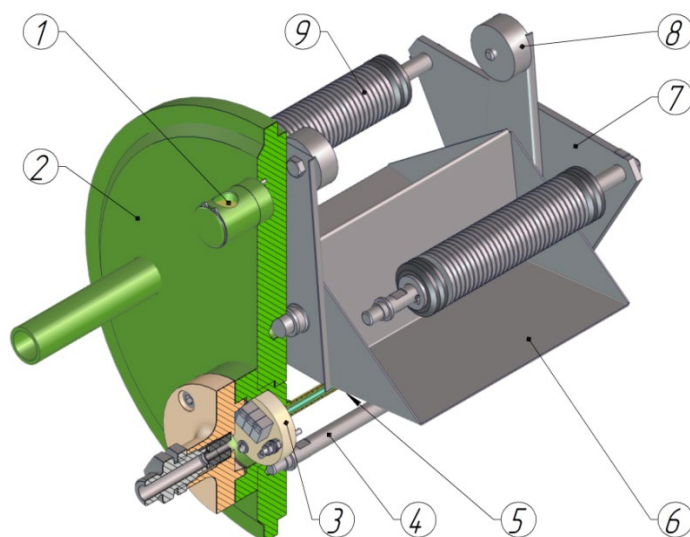

Рисунок 1.2 – Измерительный преобразователь
Измерительный преобразователь (рисунок 1.2) включает в себя измерительную камеру (6). Для изменения (регулировки) центра массы измерительной камеры на ней расположены два груза (8). Измерительная камера установлена на крышке (2) и опоре задней (7) на втулках. Опора задняя закреплена на крышке шпильками (4). В измерительный преобразователь входят так же гаситель удара (9), датчик импульсов [датчик импульсов с нормированным выходным сигналом] (3), индикатор уклона (1) для регулировки положения счетчика в пространстве. Измерительные преобразователи различаются размерами измерительной камеры.
Принцип работы измерительной камеры заключается в следующем. Одна часть измерительной камеры заполняется измеряемой средой до тех пор, пока не нарушается равновесие. После этого камера поворачивается, и накопленная жидкость сливается. Одновременно начинается заполнение другой части камеры. При опрокидывании измерительной камеры происходит удар краем её незаполненной части о гаситель удара (9) (см. рисунок 1.2).